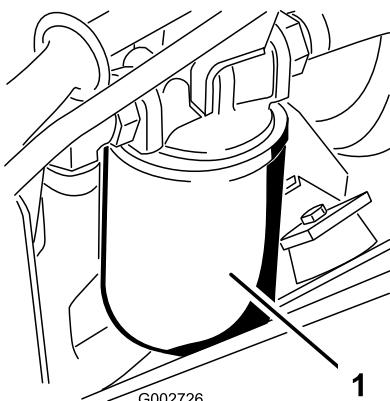

Figura 42
- Collocate una bacinella sotto il filtro idraulico situato sul lato sinistro della macchina (Figura 42).